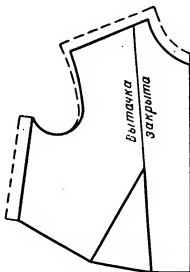

Рис. 291. Раскрой блузок со сборками или вытачками по линии талии
**Раскрой.** Нагрудную вытачку закрывают, по нанесенной линии фасона делают разрез (рис. 291) и получают вытачку по линии талии.